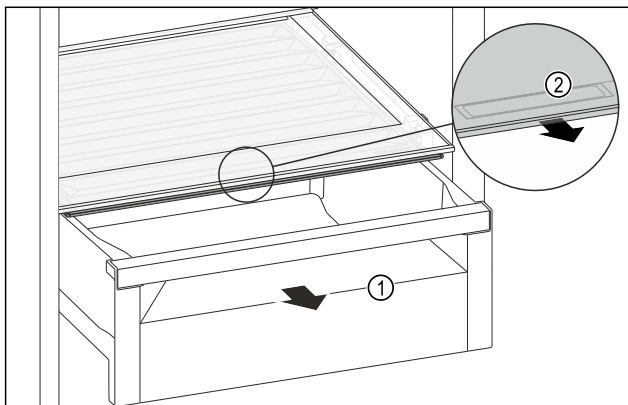

Fig. 220
- Retirer le tiroir Fig. 220 (1).
- Saisir la poignée encastrée Fig. 220 (2) du couvercle du compartiment et tirer le couvercle du compartiment par l'avant.